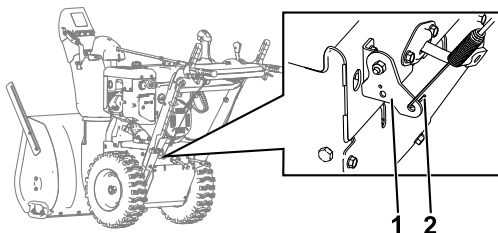

Figure 7
- Accrochez le câble de commande de déplacement au nouveau support comme montré à la Figure 7.
Remarque: Veillez à orienter le câble de commande de déplacement comme montré à la Figure 7.